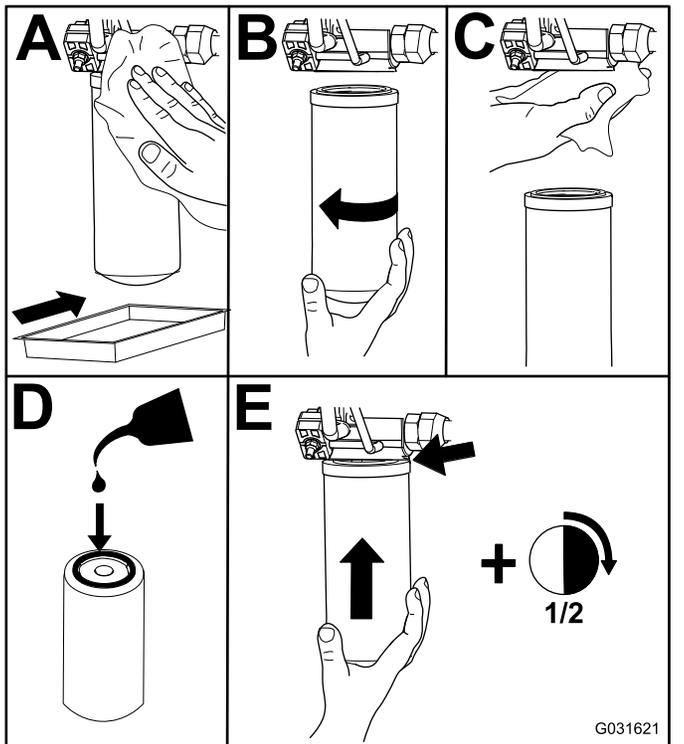

Рисунок 103
2. Замените гидравлические фильтры (Рисунок 103).